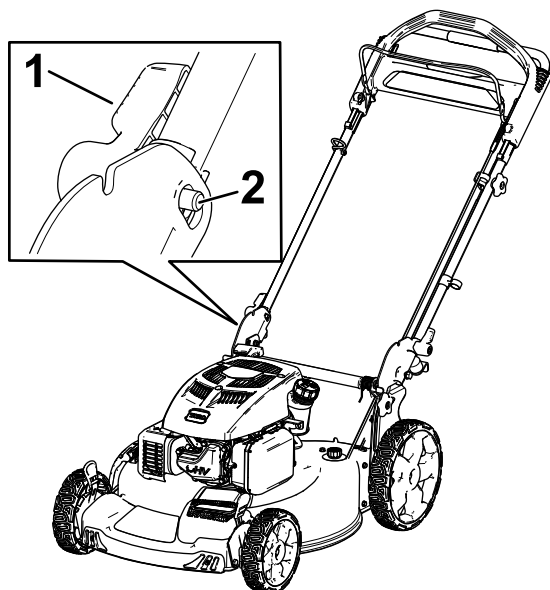

Figure 5
2. Ajustez le verrou du guidon (Figure 5) jusqu'à ce que la goupille clique en place pour verrouiller le guidon à la position d'utilisation.